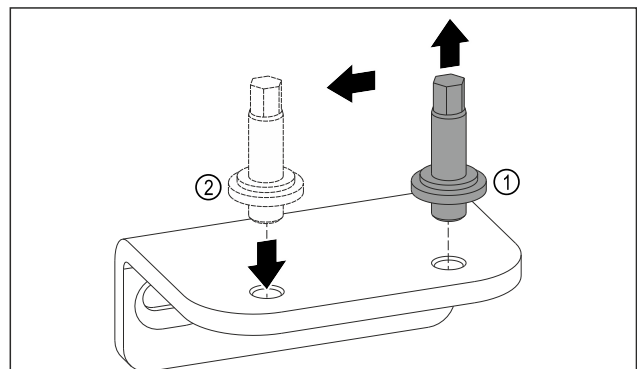

Fig. 11
- Bolzen des unteren Lagerbocks mit Außensechskantschlüssel SW5 herausdrehen. Fig. 11 (1)
- ▶ Bolzen auf der Gegenseite einsetzen. *Fig. 11 (2)*